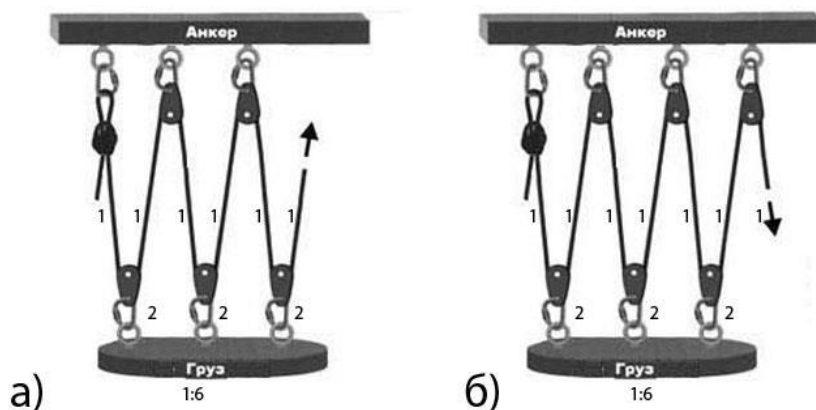

Рис.2
3. Рассчитаем теоретический и реальный выигрыш в силе при использовании обеих схем. Из рисунка видно, что передаточное отношение обеих схем идентичное $k_T=6$ (Рис.2).